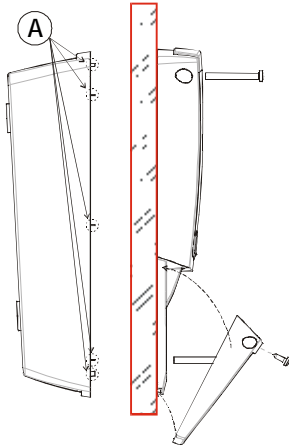

Fig. 6
4. Vágja ki a készülék hátulján található fogazást a Fig. 6, A ábrán jelzett módon.